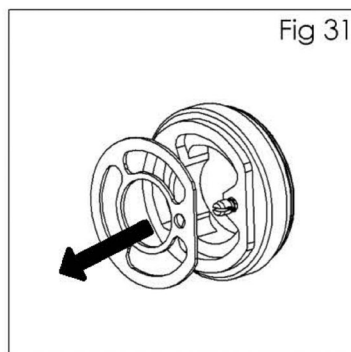

Fig 31
6. Enlevez le joint (10) de la tête de pulvérisation. (Voir fig. 31).